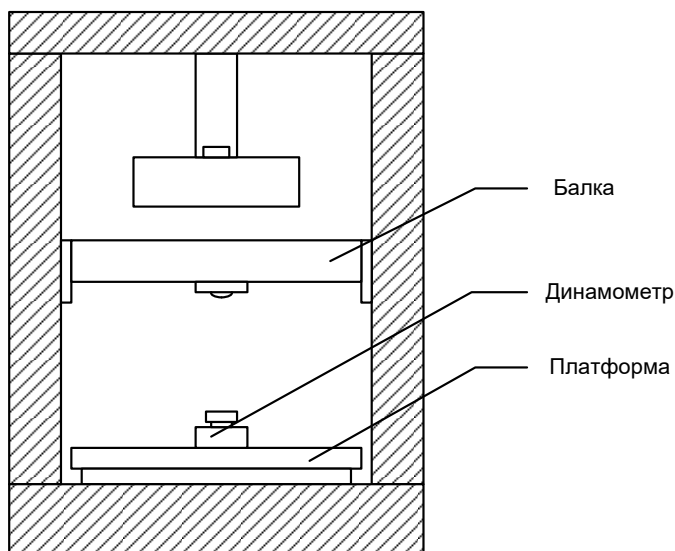

Рисунок 15 – Установка балки
5.10.2 Установить калибровочную балку АИФ 6.128.020 и закрепить ее болтами М10х25 ГОСТ 7798-70 (см. рисунок 15).